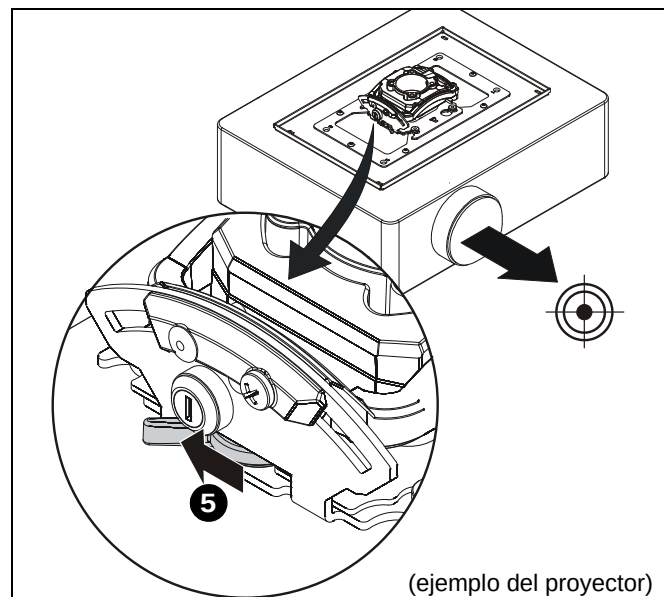

Figura 6
5. Coloque la palanca de bloqueo en la posición "bloqueado". (Consulte la Figura 6)